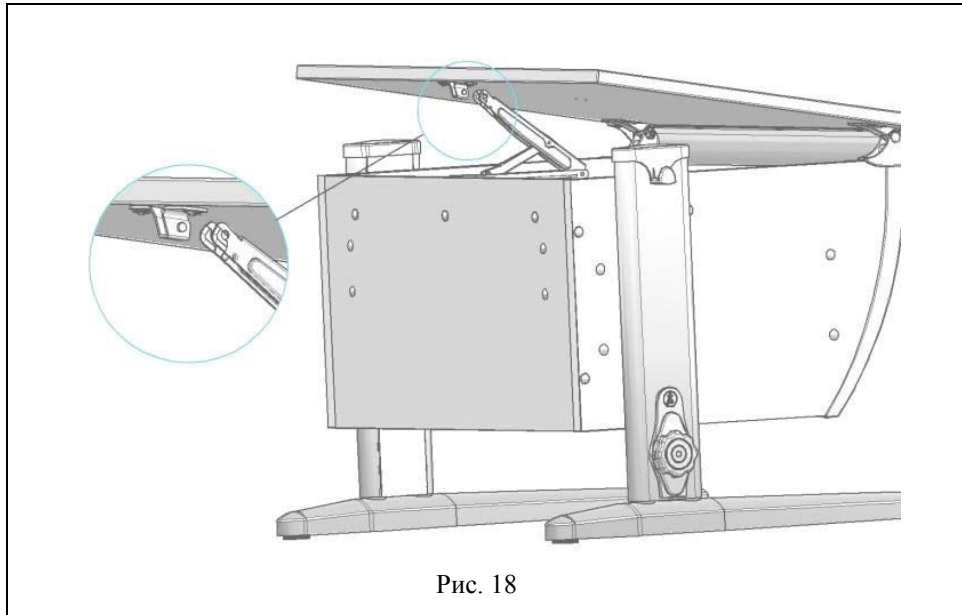

Рис. 18
5.7.1 Фиксатор столешницы Multiflex верхней частью ввести в кронштейн верхний, согласно рис. 18; 18а.
Рис. 18а